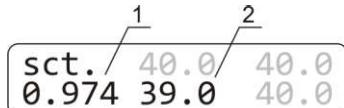

Рисунок 3. Изменение коэффициента:
- 6.4.6 С помощью кнопок Δ и $\nabla T, ^\circ C$ измените коэффициент калибровки (рис. 3/1) так, чтобы новое значение температуры (рис. 3/2) соответствовало температуре независимого сенсора. В нашем примере коэффициент калибровки будет равен 0,974.